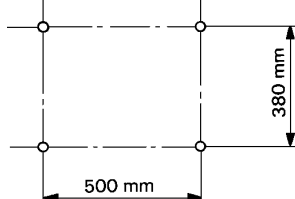

Abb. 13
- 1) Diese Verflüssigereinheit ist mit 4 Befestigungslöchern ausgestattet. Befestigen Sie die Verflüssigereinheit mit vier Schrauben. Siehe Abb. 13.